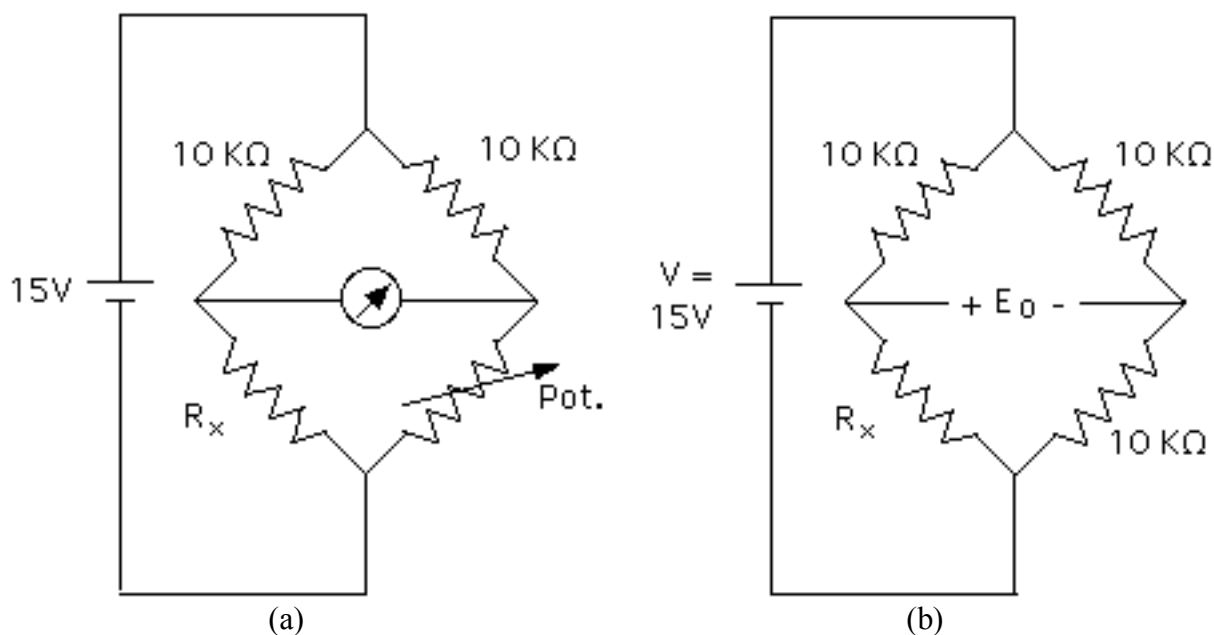

Figura 2.3.- Puente de Wheatstone
6.- Para el circuito mostrado en la Figura 2.3.a, el Puente de Wheatstone, explique su principio de funcionamiento, y deduzca la relación entre R_x y las otras resistencias del circuito cuando el puente está balanceado.
7.- Para el circuito mostrado en la Figura 2.3.b:
b) Indique como se conecta el amplificador de instrumentación del punto anterior a la salida del circuito de la Figura 2.3.b para obtener un medidor diferencial y diga cuál es la utilidad de esta conexión.
6.- Monte el circuito de la Figura 2.3.a y mida el valor real de las resistencias indicadas en el pre-laboratorio utilizando el método de detección de cero. Utilice como resistencia variable una de las décadas de resistencias calibradas.
8.- Monte el circuito de la Figura 2.3.b y conecte a su salida el amplificador de instrumentación. Mida la diferencia con respecto a $10K\Omega$ de las resistencias indicadas en el pre-laboratorio. Anote los resultados obtenidos en las tablas preparadas en el pre-informe. Incluya cualquier observación que juzgue de interés para explicar los resultados obtenidos.